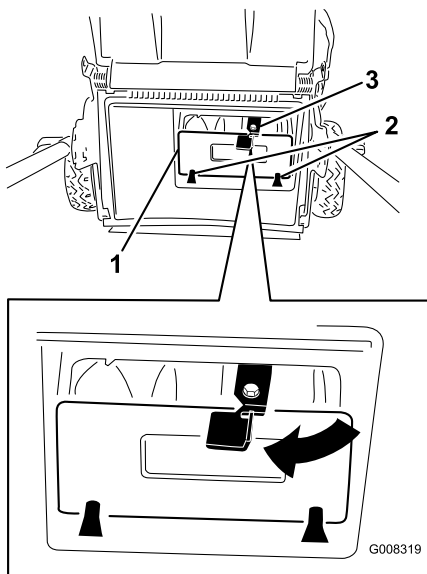

Figura 19
3. Gire la palanca del cierre en el sentido de las agujas del reloj a la posición de cerrado (Figura 19).